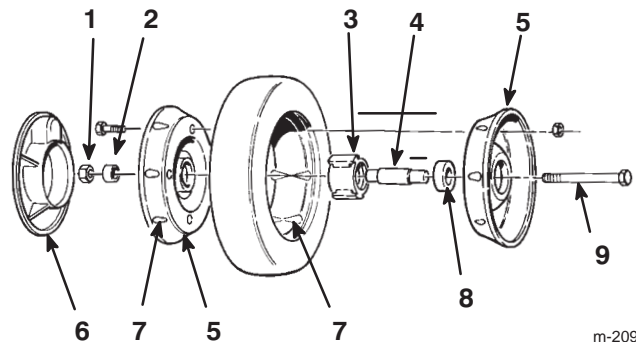

Bild 39
3. Entfernen Sie die Schraube, das Distanzstück im Rad und die Sicherungsmutter, mit denen das Rad am Gelenkarm befestigt ist (Bild 39).
4. Nehmen Sie die Radhälften von den Reifen ab, indem Sie vier Schrauben und vier Sicherungsmuttern entfernen (Bild 39).
Hinweis: Wenn Sie die Lager aus der Lager-/Nabengruppe entfernen, führen Sie diesen Schritt durch Drücken auf das Lagerdistanzstück durch (Bild 39).
1. Positionieren Sie den Reifen auf einer Radhälfte, wobei Sie die Ansätze an beiden ausfluchten (Bild 39).
2. Positionieren Sie die Lager-/Nabengruppe in das zentrale Loch der Radhälfte. Stellen Sie sicher, dass die Beine der Nabe über dem Flansch des Lochs positioniert sind (Bild 39).
3. Legen Sie die zweite Radhälfte über die Lager-/Nabengruppe, wobei Sie die Rad- und Reifenansätze mit den Befestigungslöchern abstimmen (Bild 39).
4. Montieren Sie die beiden Radhälften locker mit zwei 2 x 38 mm Gewindeschrauben und einfachen Muttern. Setzen Sie die Schrauben in die gegenüberliegenden Löcher ein (Bild 39).
5. Kontrollieren Sie, ob alle Bauteile gefluchtet sind und ziehen dann die Schrauben, abwechselnd von Seite zu Seite, so fest, dass die beiden Radhälften gleichmäßig zusammengezogen werden (Bild 39).
6. Setzen Sie die zwei Schrauben und Sicherungsmuttern, die Sie vorher entfernt haben, in die restlichen Löcher der Radhälften ein und ziehen diese fest. Nehmen Sie die zwei langen Schrauben ab und ersetzen Sie diese mit den zwei Schrauben und Sicherungsmuttern (Bild 39).
7. Montieren Sie das Rad mit Hilfe der Schrauben, einem Distanzstück und einer Sicherungsmutter am Gelenkarm. Stellen Sie dabei sicher, dass sich das Distanzstück zwischen der Radnabe und dem Gelenkarm befindet (Bild 39).